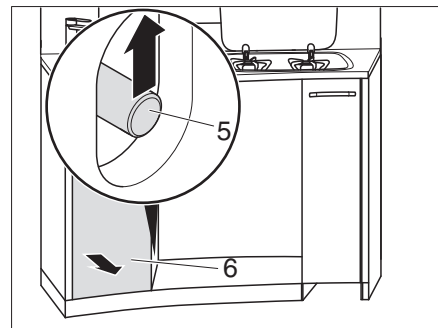

Fig. 129 Sbloccare il cassetto alto della cucina
- Introdurre una mano nell'apertura e spingere l'asta di spinta (Fig. 129,5) verso l'alto.